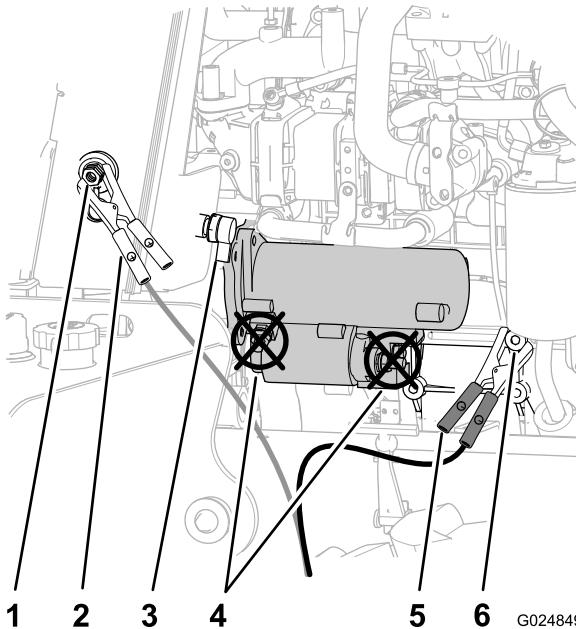

Figura 83
4. Retire la tapa del borne auxiliar (Figura 83).
5. Conecte el cable positivo (+) al borne auxiliar (Figura 83).
6. Conecte el cable negativo (-) a tierra, por ejemplo, a la tuerca del punto de pivotaje del alternador (Figura 83).